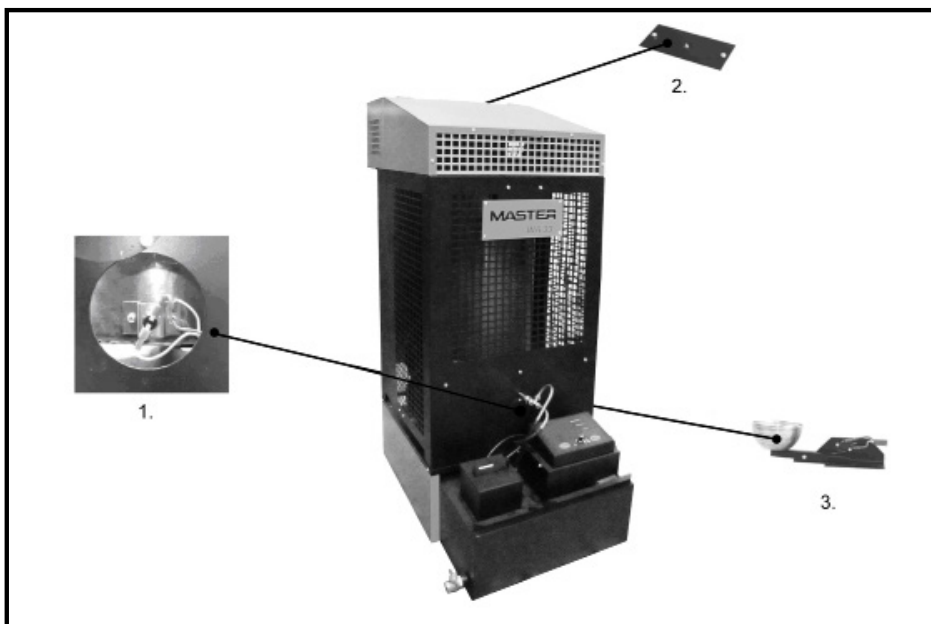

Fig. 4
- Биметалния термичен сензор (FIG4/n1), разположен на горивната камера реагира с контактно затваряне, когато температурата на пещта надвишава 40 °C и контактно отваряне, когато температурата спадне под 35 °C.
- Вторият биметален сензор (FIG4/n2) се намира в близост до вентилатора за въздуха, и максималната му температура е 90 °C. Отваряне на контактите в резултат на прешаване на прага на температурата предизвиква незабавен преход на пещта в режим на Прегряване (p8).
- Нагревателят също е снабден със сензор за тежестта поставен под горивната камера (FIG4/n3).